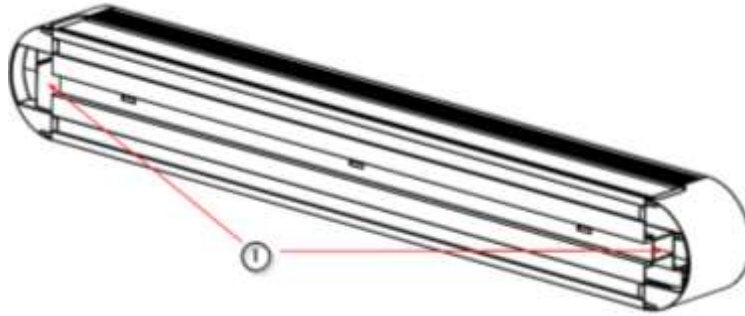

Abb. 1 Versorgungsanschlüsse des Geräts
Die Anschlüsse für die Versorgung ① der ICARUS-Systeme werden, wie in Abbildung 1 dargestellt, an den Seitenwänden angeschlossen.
- Entfernen Sie mit einem flachen Werkzeug die oberen und unteren Abdeckungen ② wie in Abbildung 1 gezeigt, wobei Sie darauf achten müssen, dass Sie keine anderen Bereiche des Gehäuses zerkratzen, und bewahren Sie sie an einem sicheren Ort auf.
- Setzen Sie die oberen und unteren Abdeckungen ② wieder auf das Gerät, indem Sie sie in Position bringen und Druck ausüben, bis Sie das charakteristische Einrastgeräusch hören.